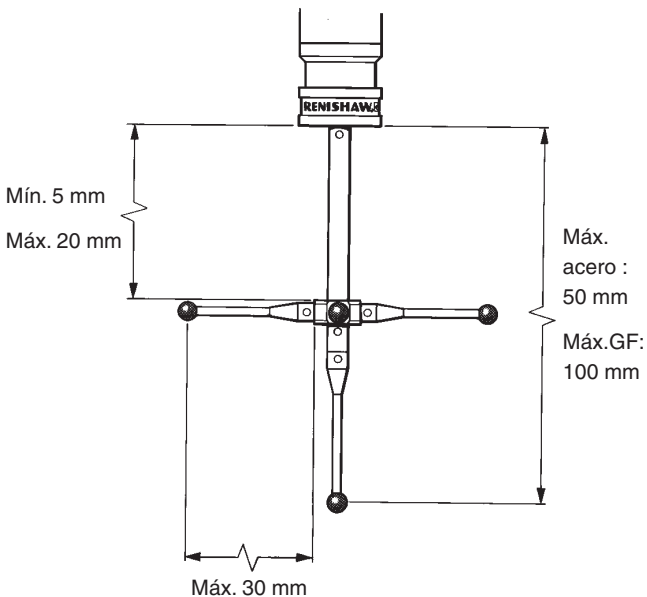

Figura 13: limitaciones recomendadas para palpadores (módulo de fuerza estándar/módulo 'EO' (subrecorrido ampliado))
- Tome los puntos P1 y P2 (véase la Figura 13).